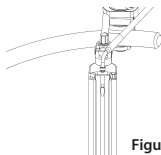

Figura 18
- Insira delicadamente as extremidades bifurcadas nos orifícios localizados na parte superior das **Lâminas retratoras**. (Figura 18)